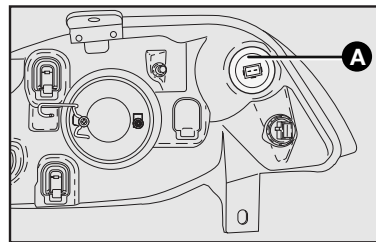

fig. 23
- 2) Retirar o porta-lâmpadas **A**—**fig. 23** girando-o no sentido anti-horário.